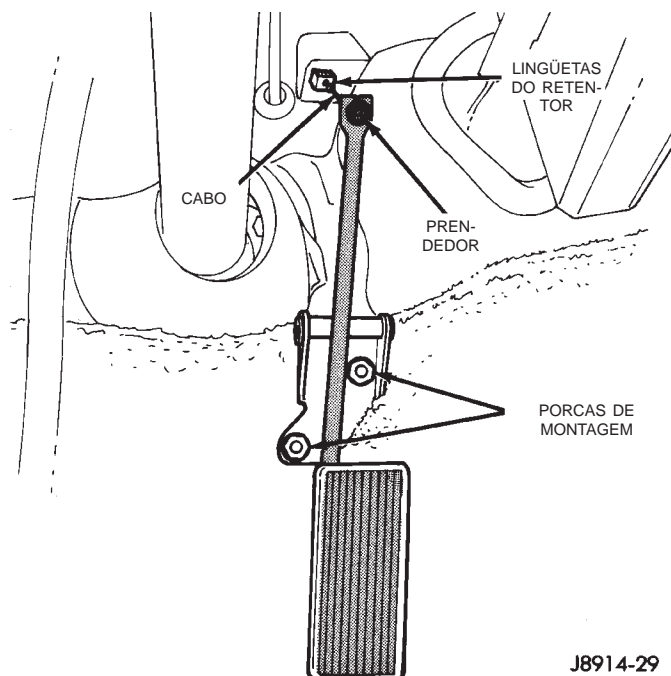

Fig. 39 Montagem do Pedal do Acelerador—Típica
O pedal do acelerador está conectado à articulação da carcaça do estrangulador pelo cabo da válvula. O cabo está protegido por um revestimento de plástico e está conectado à articulação da carcaça do estrangulador por um soquete esférico. Ele está conectado à parte superior do braço do pedal do acelerador por um retentor de plástico (prendedor) (Fig. 39). Esse retentor (prendedor) se encaixa na parte superior do braço do pedal do acelerador. As lingüetas do retentor (localizadas dentro do revestimento do cabo) (Fig. 39) prendem o cabo ao painel dash.
(1) De dentro do veículo, mantenha o pedal do acelerador erguido. Retire o retentor (prendedor) do cabo de plástico e o arame de núcleo do cabo do estrangulador da extremidade superior do braço do pedal do acelerador (Fig. 39). O retentor (prendedor) do cabo de plástico se encaixa dentro do braço do pedal.
(2) Retire as porcas do suporte de montagem do pedal do acelerador. Retire o conjunto do pedal do acelerador.
(2) Retire o arame de núcleo do cabo no braço do pedal.
(3) De dentro do veículo, aperte os dois lados das lingüetas do retentor do tubo flexível do cabo (Fig. 39) no painel dash. Retire o tubo flexível do cabo do painel dash e recolha-o para dentro do compartimento do motor.